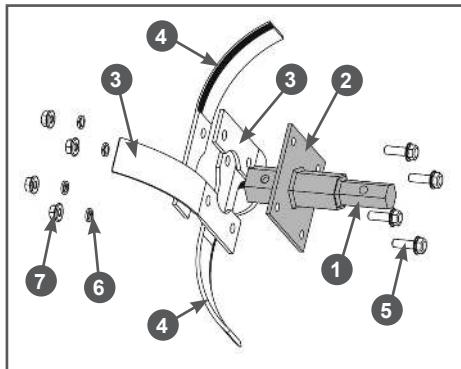

Рис. 8 Установка ножей на фланец дополнительной секции оси фрезы
2.4 Установите ножи на дополнительную (короткую) секцию оси фрезы. Со стороны шестигранного хвостовика 1 оси вставьте в отверстия во фланце 2 оси болты 5, далее в соответствии с рисунком 8 на противоположной от хвостовику 1 стороне фланца 2 оси установите правые ножи 3 (имеющие изгиб в сторону от хвостовика). После этого, установите левые ножи 4 (имеющие изгиб к хвостовику 1) как показано на Рис. 8, затем установите пружинные шайбы 6 и закрутите гайки 7 (Рис. 8). Затяните все резьбовые соединения.